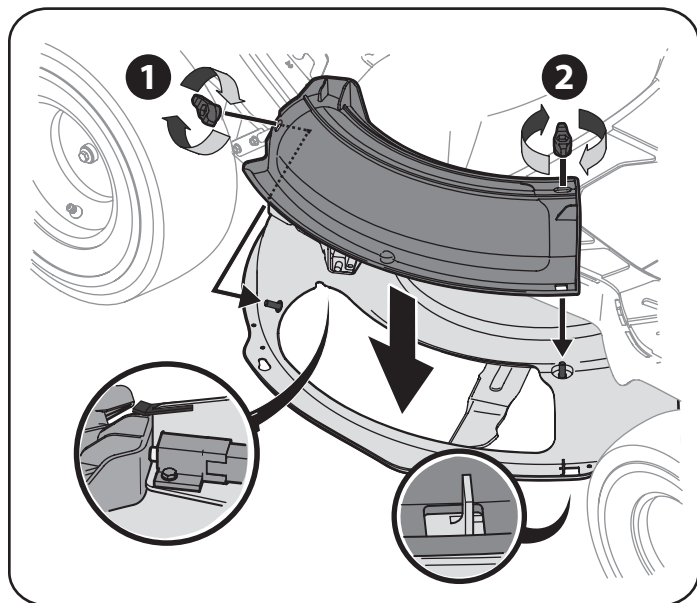

Figura 12
1. Retire las perillas de ala instaladas en la plataforma de corte y consérvelas para una instalación posterior. Vea la Figura 12.
2. Instale el tapón de mulch en la abertura de descarga de la plataforma en la plataforma. La parte posterior del tapón de mulch debe estar debajo de la pestaña en el soporte de la plataforma trasera. Los postes en la superficie de la plataforma encajarán a través de los orificios en la parte superior del tapón de mulch. La pequeña pestaña en el área del labio de la plataforma se ajustará a través del corte cuadrado en la parte inferior del tapón de mulch. Vea la Figura 12.